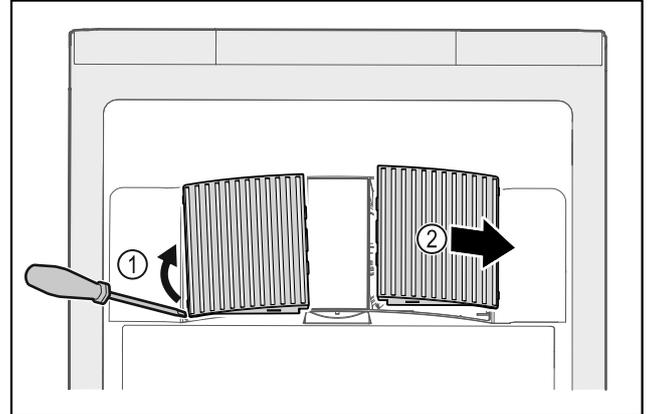

Fig. 141
- Abrir cuidadosamente las cubiertas del ventilador haciendo palanca por un lado Fig. 141 (1) y retirarlas hacia delante Fig. 141 (2).